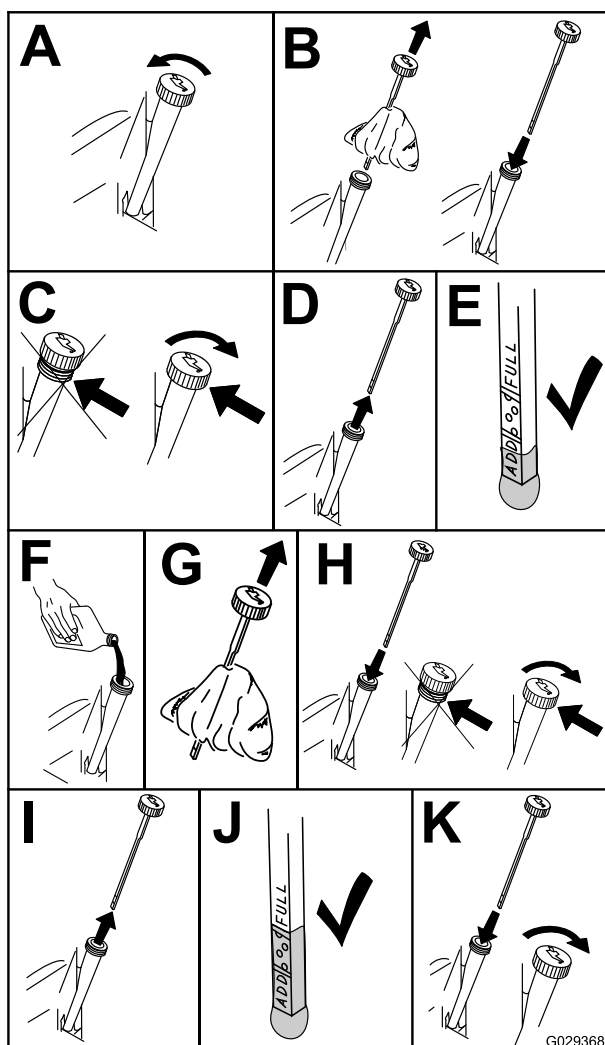

Bild 44
3. Reinigen Sie den Bereich um den Ölfüllstutzendeckel bzw. den Ölpeilstab vor dem Abnehmen, damit kein Schmutz oder Schnittgut usw. in den Motor gelangt (Bild 44).